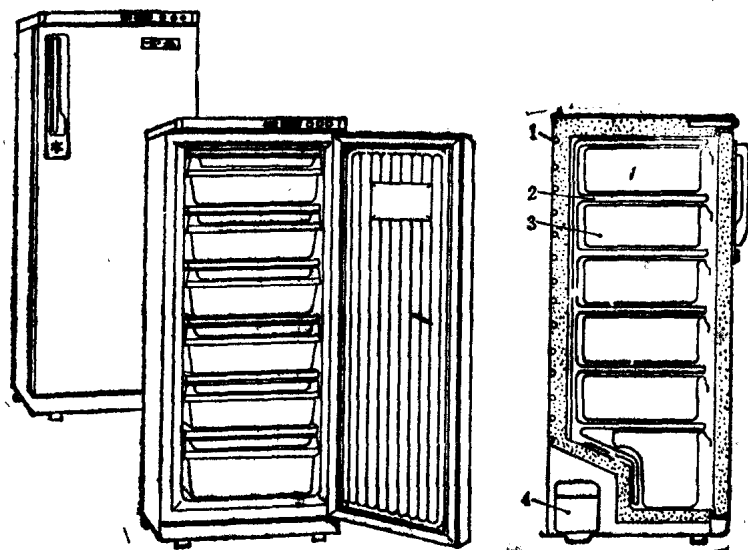

图1-1-3 单门立式冷冻箱
③冷冻箱：冷冻电冰箱的温度一般在 -18°C 以下，不具备 0°C 以上的冷藏保鲜功能，专供冷冻食品较长时间的贮存，贮期可达三个月。其特点：贮量大，贮期长，构造比较简单，噪声小，造价低。图1-1-3所示为一种立式冷冻箱。